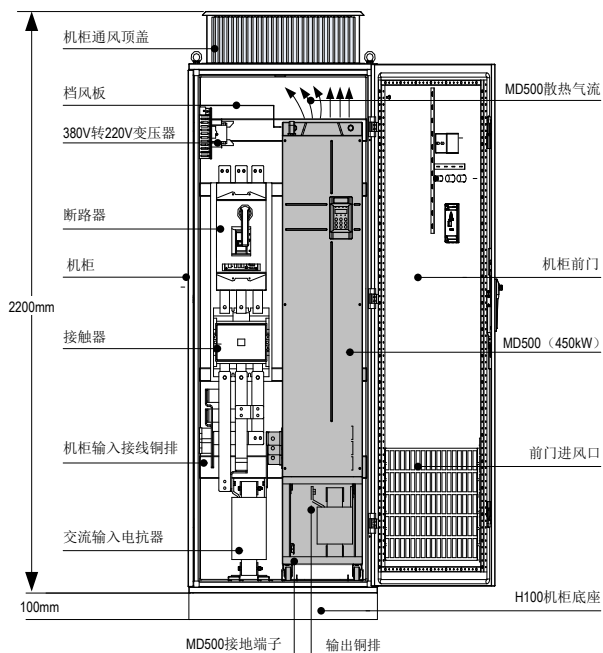

图 3-14 机柜布局推荐
- 在柜内安装时，请参照机柜布局示意图（如下图 3-14 所示），机柜框架为 2200*800*600（单位 mm，含 H200 机柜通风顶盖），为了确保机柜的安装，必须加上 H100 的机柜底座。要在柜内顶部安装挡风板，防止 MD500 散热气流在柜内循环，在柜门下部必须开进风通风孔；